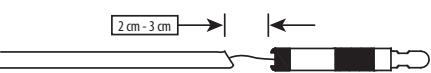

Figura 7
3. Separe suavemente as extremidades proximal e distal do empurador aberto. Em seguida, sob fluoroscopia, puxe a parte proximal do empurador de coloção do implante aproximadamente 2–3 cm para confirmar o destaque do implante de acordo com as instruções de utilização (Figura 7).